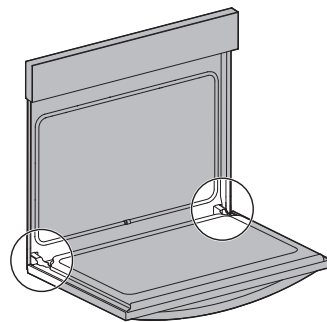

Figure 22: Emplacement de la charnière de la porte
1. Ouvrez complètement la porte du four, parallèlement au sol (Figure 22).
3. Ouvrez complètement la porte du four (parallèlement au sol) (Figure 22).
4. Poussez les verrous des charnières de droite et de gauche vers le haut et dans le cadre du four jusqu'à ce qu'ils soient en position verrouillée (Figure 22).